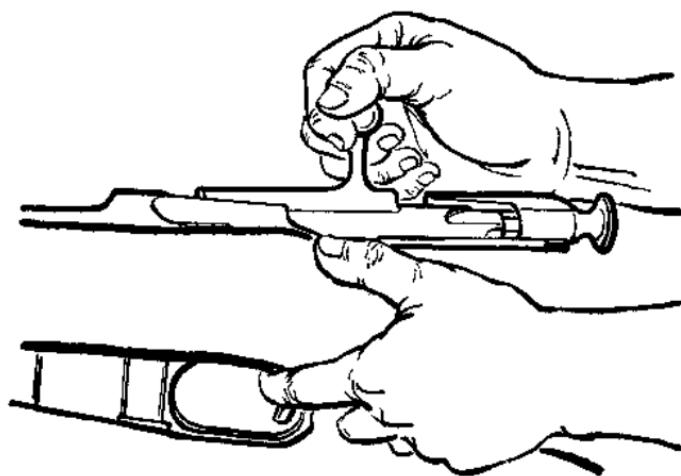

图 1-9 取下枪机
(1) 取下枪机 左手食指扣扳机，同时用右手将机柄转成垂直，向右拉枪机(图 1-9)。